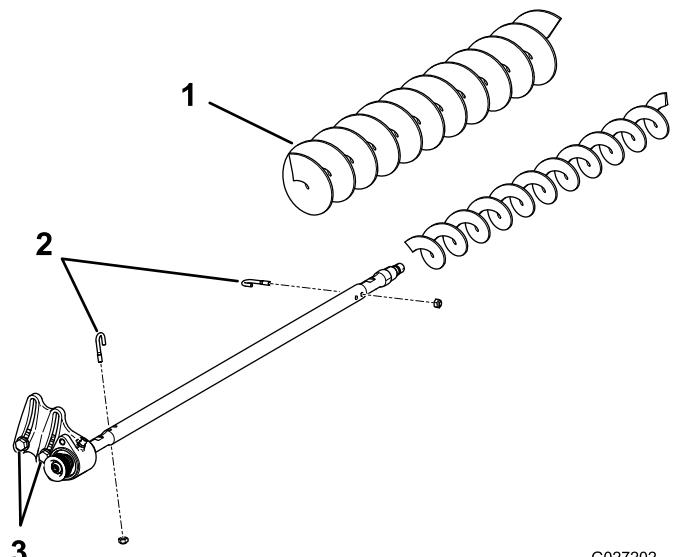

Figura 20
3. Togliete i 2 bulloni a J e i dadi (Figura 20).
4. Fate scorrere la spazzola esistente fino ad estrarla dall'albero (Figura 20).
5. Allentate i 2 bulloni, le rondelle e i dadi che fissano l'alloggiamento del cuscinetto di comando alla staffa di montaggio dell'alloggiamento del cuscinetto (Figura 20).
6. Fate scorrere la spazzola per altezze di taglio alte sull'albero della spazzola (Figura 20).
7. Bloccare la spazzola sull'albero con 2 bulloni J e i dadi precedentemente rimossi (Figura 20).